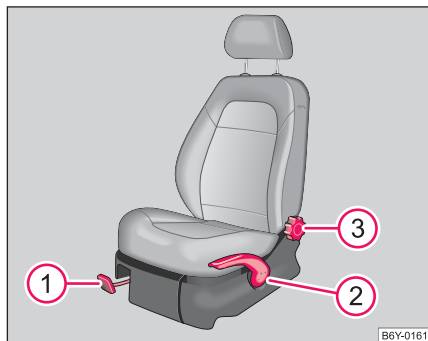

Abb. 43 Bedienelemente zum Sitzeinstellen
- Ziehen Sie den Hebel **1** ⇒ Abb. 43 nach oben und schieben Sie dabei den Sitz in die gewünschte Position. ▶
- Lassen Sie den Hebel ① los und verschieben Sie den Sitz soweit, bis die Verriegelung hörbar einrastet.